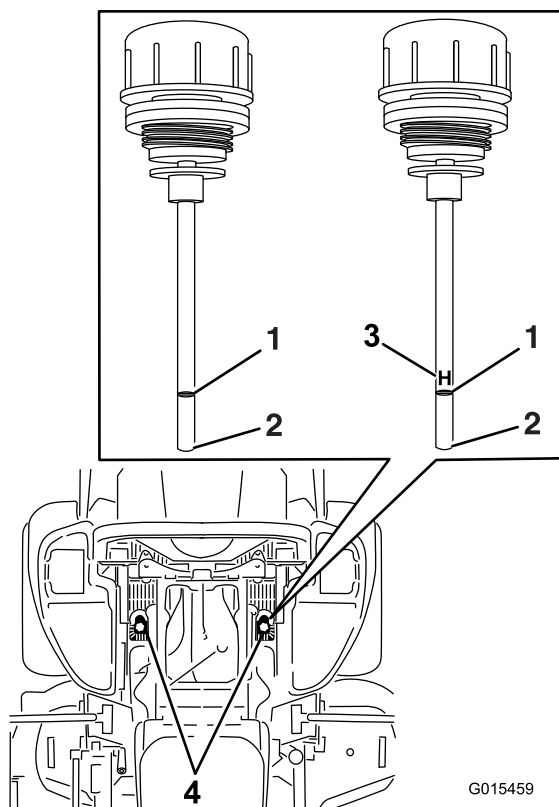

Figura 89
6. Limpie la zona alrededor de las varillas de los depósitos del sistema hidráulico (Figura 89).
7. Retire una varilla del depósito de aceite hidráulico (Figura 89).
9. Retire la varilla e inspeccione el extremo (Figura 89). Si el nivel de aceite está en la marca Add (añadir), vierta lentamente en el depósito hidráulico sólo la cantidad de aceite necesaria para que el nivel llegue hasta la marca de Lleno o **H**.